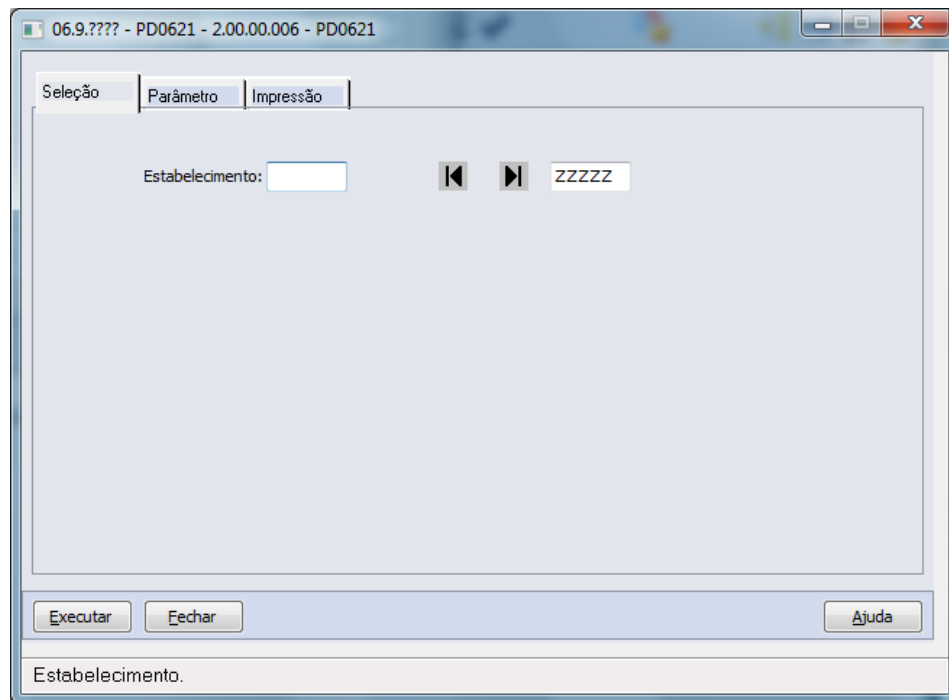

Figura 11 – Implantação Pedidos Totvs Colaboração
- Recebimento de pedido de venda (exclusivo para o papel de fornecedor) – Realiza a busca do pedido de compra enviado ao fornecedor usuário do ERP Datasul, via TOTVS Colaboração. Ao passar pelo NeoGrid este pedido se transforma em pedido de venda e é disponibilizado para busca pelo TSS. O programa que faz a busca e implantação dos pedidos de venda, por estabelecimento e data de emissão do pedido, conforme figura 11.